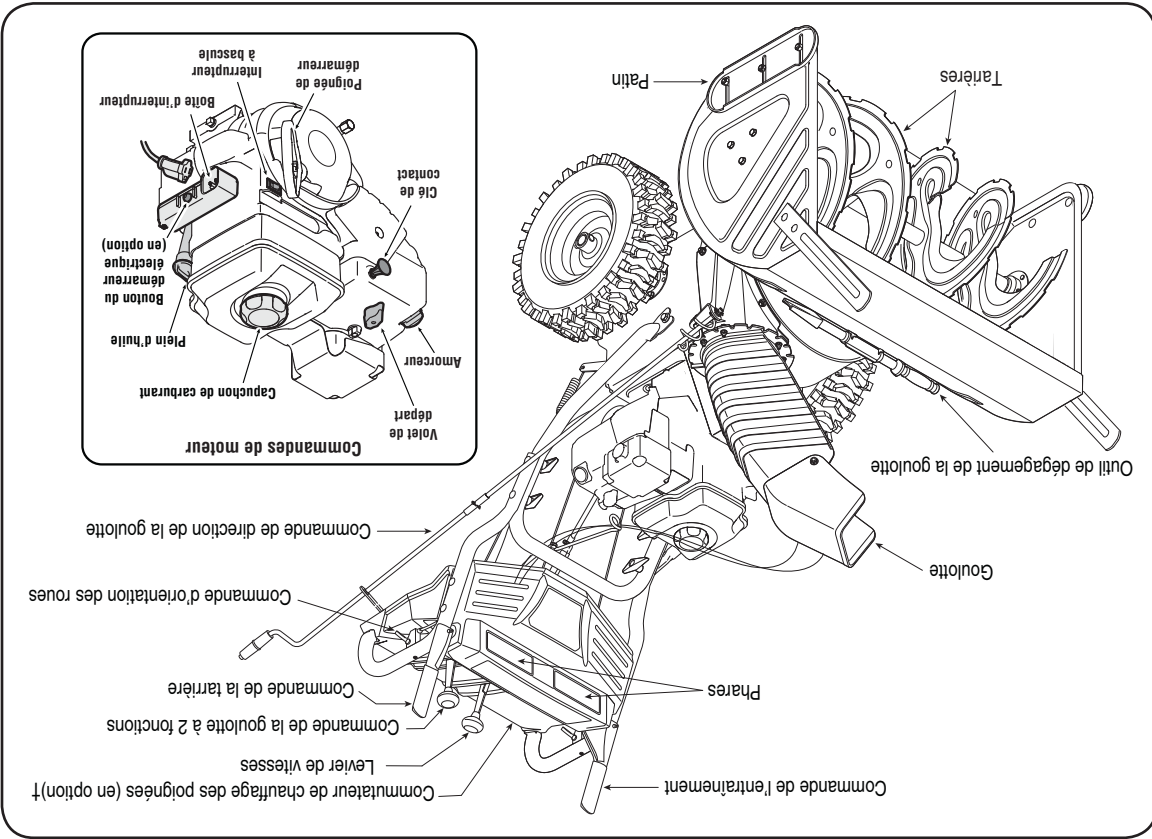

Figure 4-1
- Placez le levier de vitesses à la sixième (6e) position. Voir la Figure 4-1.